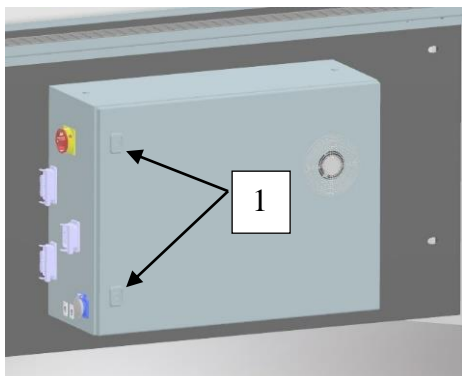

Abb.67: Steuergerät
3. Am Steuergerät beide Schlösser (Abb. 67 /1) mit Sicherheitsschlüssel öffnen.